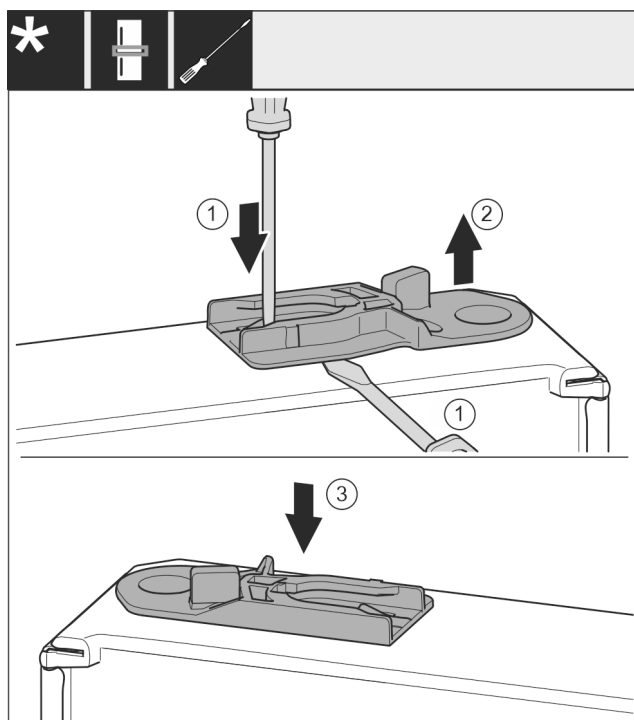

Fig. 38 *
- Trekk ut føringsbøssing: Trykk på lasken med skrutrekkeren, og kjør samtidig skrutrekkeren inn under føringsbøssingen. Fig. 38 (1, 2)*
- Skyv føringsbøssingen som fulgte med leveringen inn på den andre hussiden. Fig. 38 (3)*